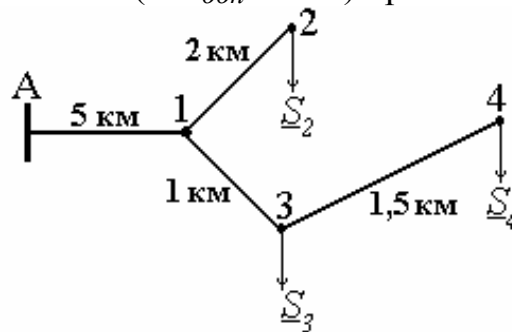

Рис. 70. Схема сети к задаче 53
**Задача 53.** По допустимой потере напряжения ( $\Delta U_{доп} = 8\%$ ) при постоянной плотности тока *выбрать* сечения алюминиевых проводов воздушной распределительной сети 10 кВ, изображенной на рис. 70. Мощности нагрузок равны: